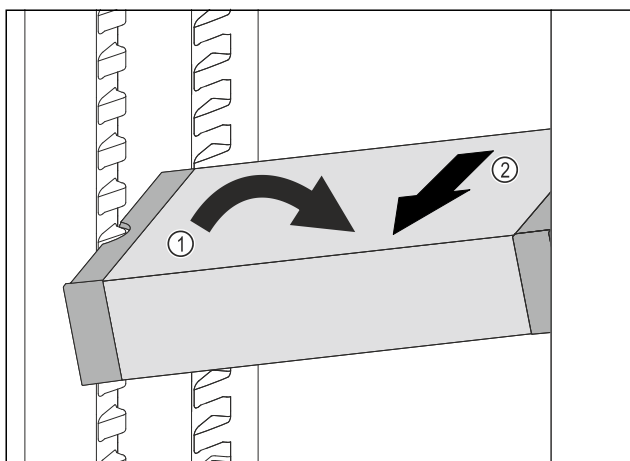

Fig. 81
- VarioSafe postavte v chladničce šikmo. Fig. 81 (1)
- VarioSafe odeberte směrem dopředu. Fig. 81 (2)